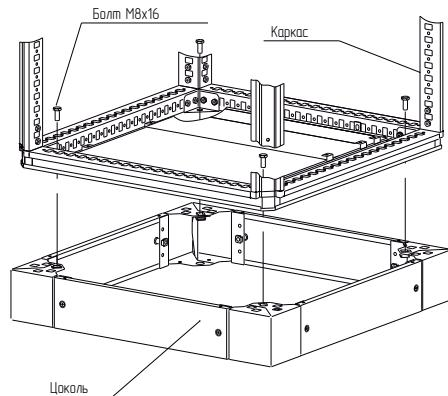

Рисунок 4
4.1.5 Установить каркас на цоколь и закрепить четырьмя болтами M8×16 (рисунок 4). Момент затяжки – 10 Н·м.